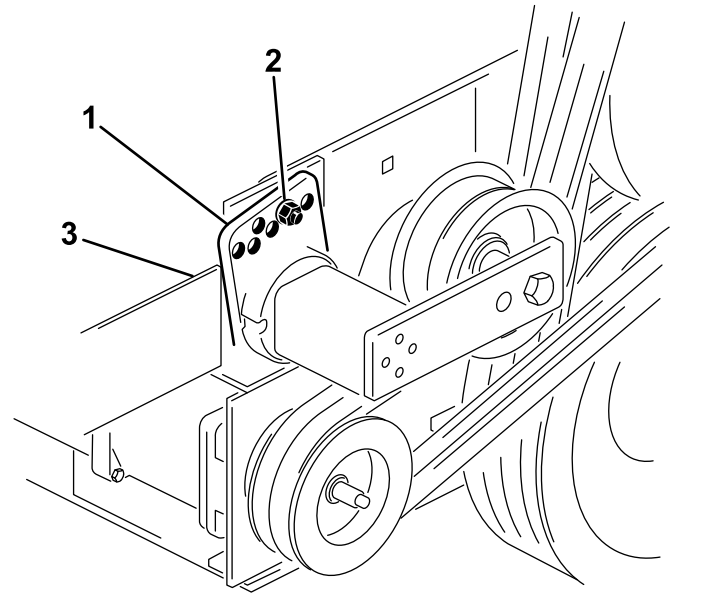

图13
3. 卸下将张紧器导板固定到驱动安装座的螺栓和螺母以放松皮带的张紧度图13。